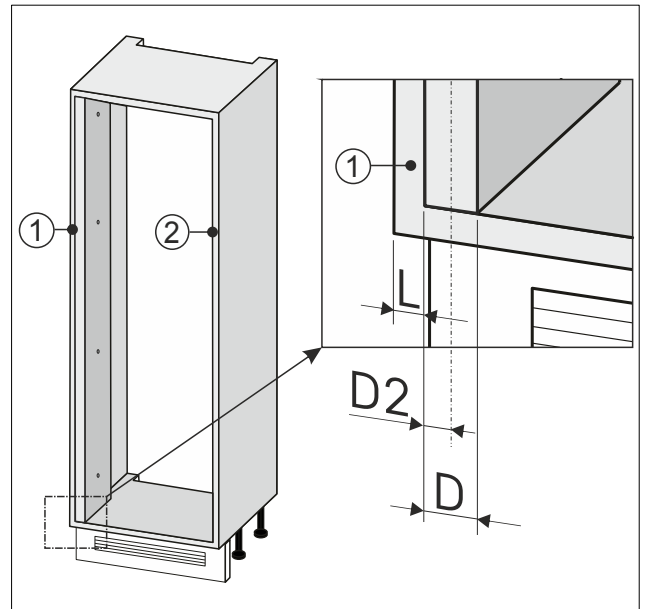

Fig. 91
- Halbe Breite Fig. 91 (D2) des Wandausgleichs notieren.